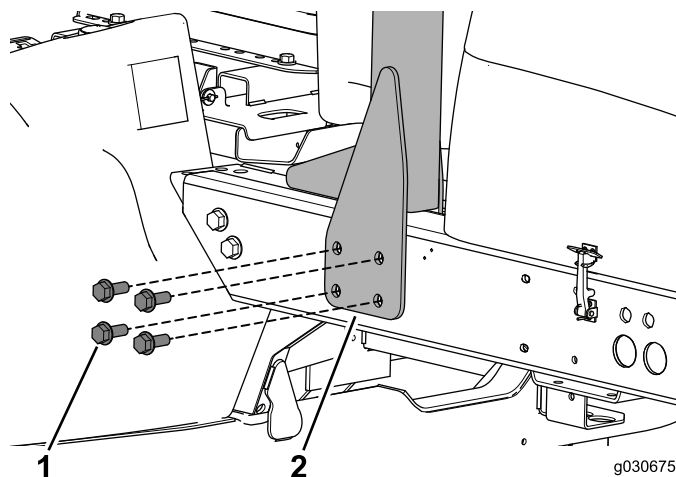

Рисунок 6
1. Выверните и сохраните болты, крепящие конструкцию защиты оператора при опрокидывании (ROPS) к левой стороне машины (Рисунок 6).